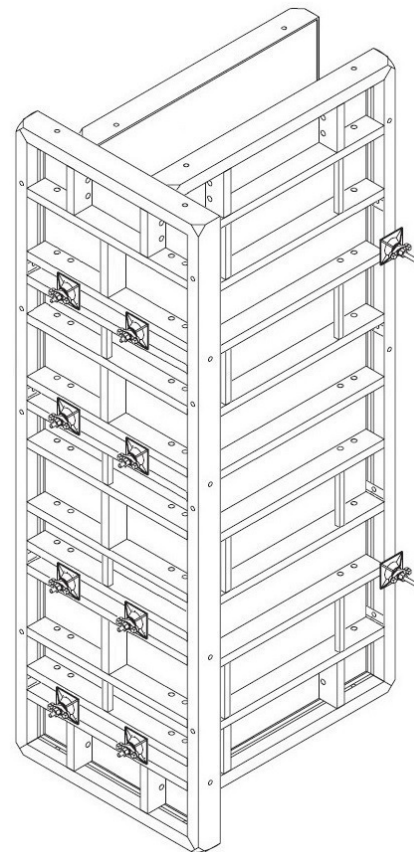

Рис. 47
- Колонный элемент TRIO TRS/MR 90 может быть использован для отторцовки стены от 15 см до 60 см кратной 5 см. (Рис. 47)